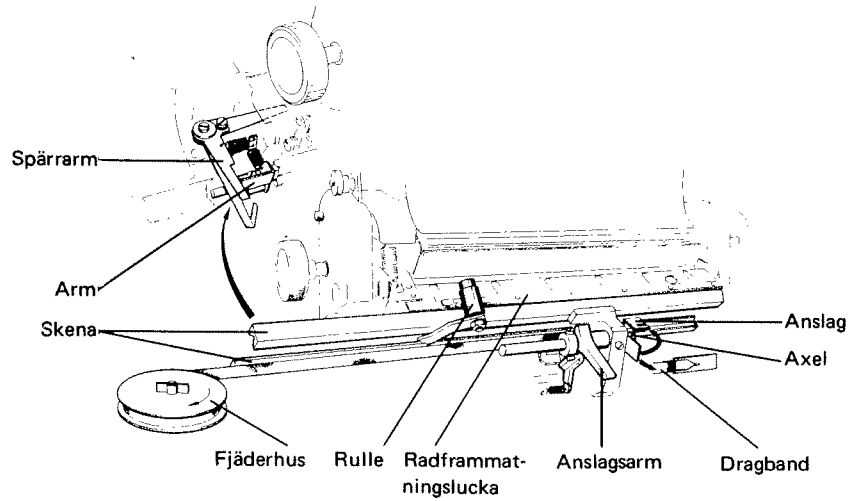
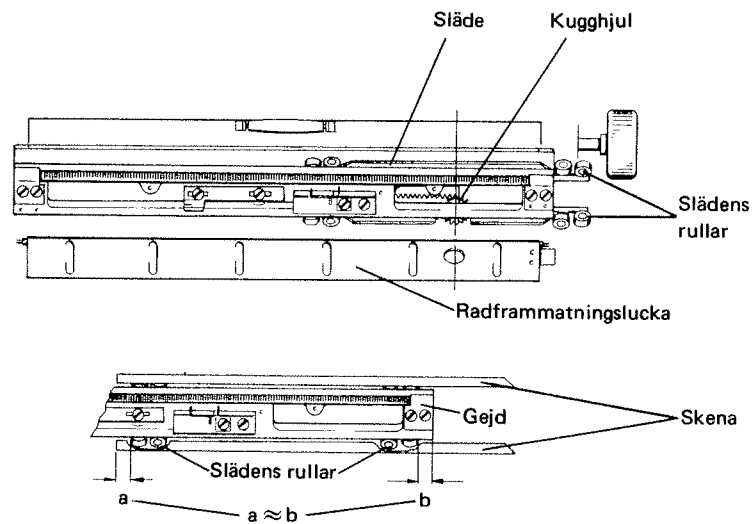

Bild 11. Urtagning av vagn
Bild 12. Insättning av vagn
3.2.1.5 Vrid fjärrskrivmaskinens huvudaxel för hand tills tryckluckan står i sitt främsta läge (viloläge). Ställ vagnen i vänstra ändläget. Håll fast fjäderhuset, haka av dragbandet från anslaget och fäst det på axeln, bild 11. Tryck armen bakåt tills den låses fast av spärrarmen. Lyft anslagsarmen uppåt och dra ut vagnen åt vänster.
Förskjut släden, bild 12, så att kugghjulet befinner sig mitt för hålet i radframmatningsluckan. För in slädens rullar i detta läge från vänster i gejden för släden. Håll vagnen horisontellt hela tiden. Rullen, bild 11, ska ligga på översidan av radframmatningsluckan. När vagnen står i vänsterläge ska slädens rullar inta de lägen, som är angivna nertill på bild 12. Häkta fast dragbandet på anslaget, bild 11.